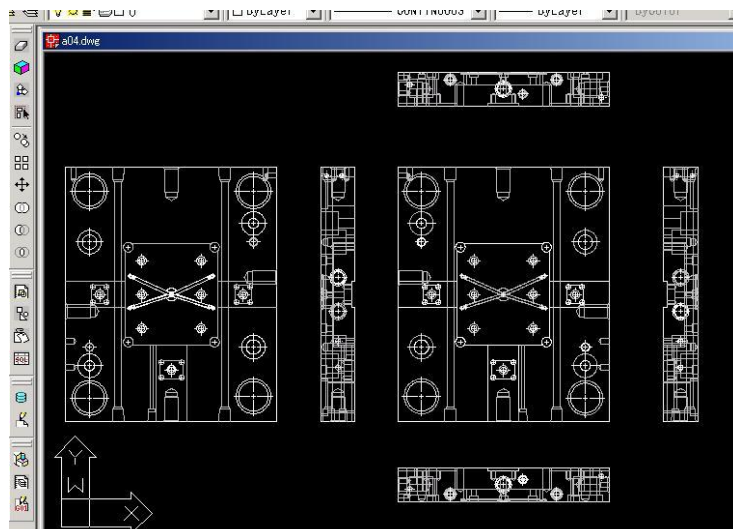

図 7.3 DWG ファイルまたは DXF ファイルから読み込んで表示された図面の例
その結果、図 7.3 のように読み込んだ図面が画面に表示されます。
**7.2.3 形状認識したい投影図**をユーザが選び次の処理の準備をします。これは必要な投影図（複数可）をかこむ最初のコーナーをクリックして、次にもう一方のコーナーをクリックします。その後、図 7.3 中の“形状認識 CAD”アイコンをクリックして下さい。先の図 7.1 に示した左から 2 番目のアイコンです。画面は図 7.4 のようになります。